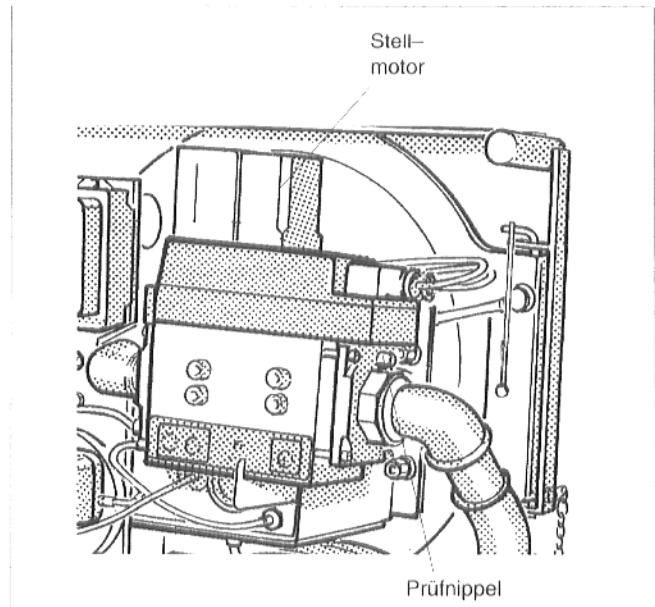

Abb.20
- U-Rohrmanometer am Prüfnippel anschließen (s. Abb.20).
Parallel zum Anfahren des Ventilators muß der Stellmotor (Abb.20) die Klappe in die Startstellung fahren.